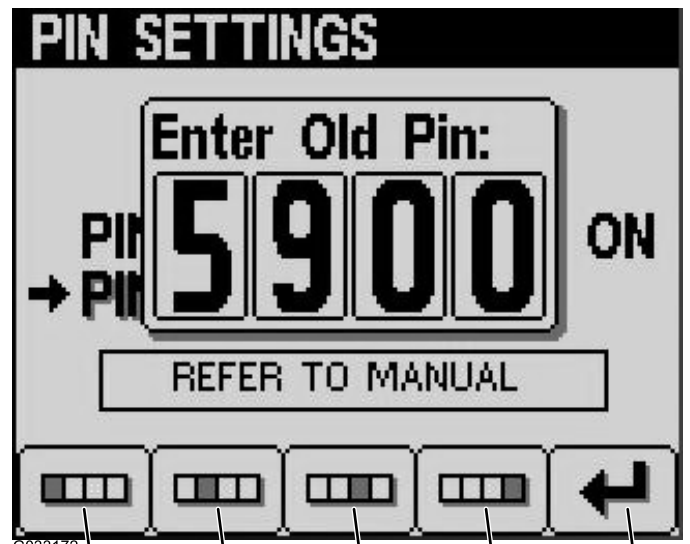

Bild 15
6. Geben Sie mit den Tasten 1 bis 4 die alte PIN ein und drücken Sie Taste 5, um die PIN-Eingabe abzuschließen (Bild 15).